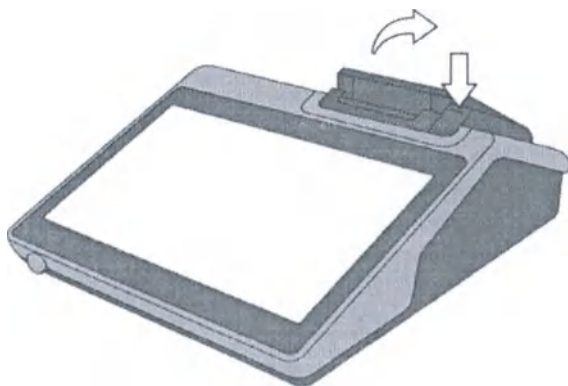

Рис. 54. Открытие крышки принтера
1. Откройте крышку принтера с помощью рычага крышки принтера (рис. 54).